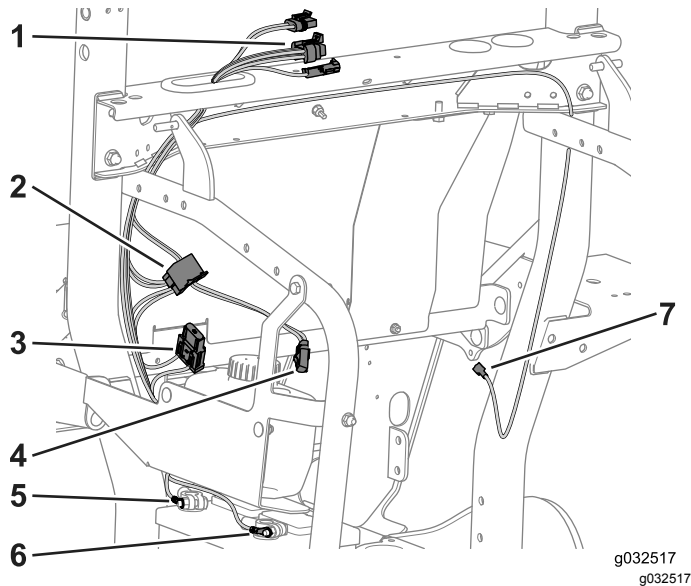

Figura 38
1. Enrute los 3 conectores de la cabina por el anillo de goma (Figura 38).
2. Enrute el cable eléctrico auxiliar a través del soporte del bastidor, hacia abajo por el tubo del ROPS y hacia los controles del operador (Figura 38).
1. Enrute los cables rojo y negro de calibre 10 a lo largo del tubo del ROPS en el lado izquierdo del bastidor y hacia la batería (Figura 38).